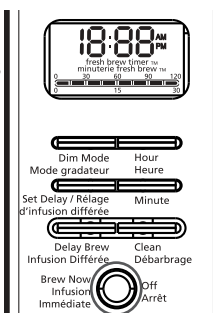

FIGURE 9
4. Pressez le bouton **CLEAN** (détartrage) jusqu'à ce que son voyant s'allume (figure 9). Par mesure de commodité, ce cycle est automatique. Il prend entre 45 et 60 minutes.